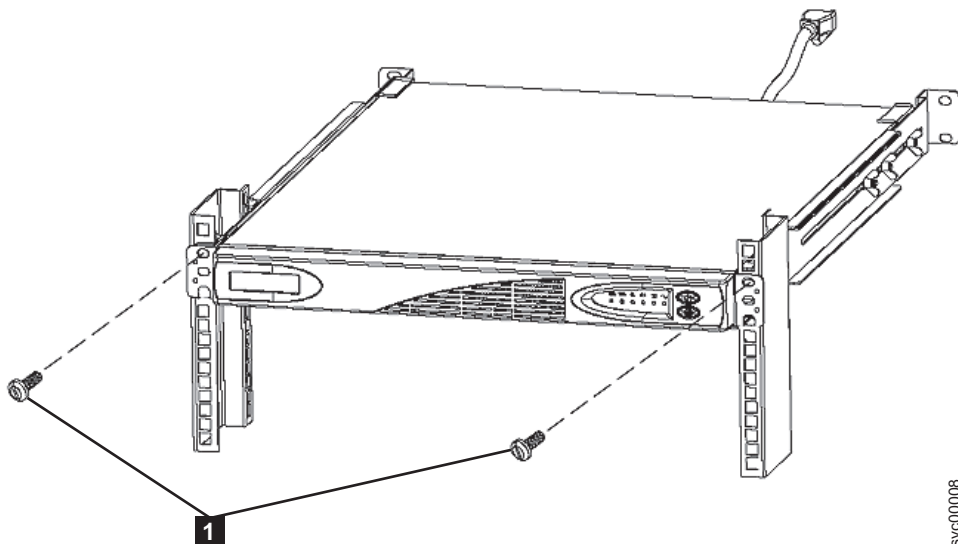

図 140. 2145-1U 無停電電源装置の取り付けねじの取り外し
9. 2145 UPS-1U の前面で、2つの取り付けねじを取り外します。414 ページの図 140 の **1** を参照してください。